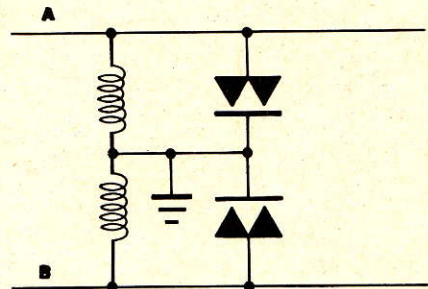

Figura 5
- bobina de drenagem — a colocação de bobinas de drenagem junto aos centelhadores, conforme ilustra a figura 5, reduz a tensão nos centelhadores, podendo impedir que atinja sua tensão de operação; porém, este processo impede testes com CC, sinalização CC e telegrafia por terra.